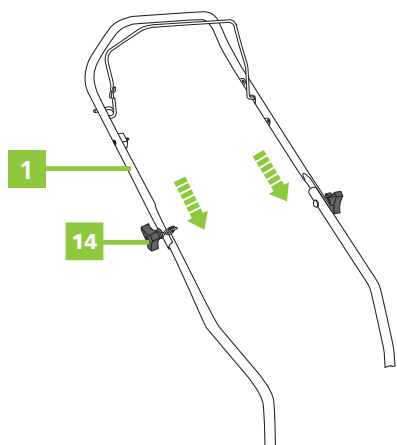
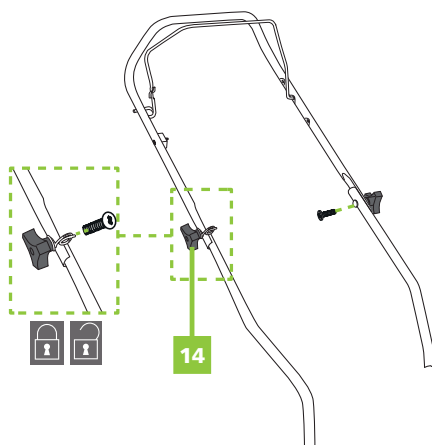

Figure 4
Figure 5
1. Place the upper handlebar bar (1) (Fig. 4) and tighten the controls (14) clockwise to hold it (Fig. 5). Posizionare il manubrio superiore (1) (Fig. 4) e serrare i comandi (14) in senso orario per tenerlo fermo (Fig. 5).